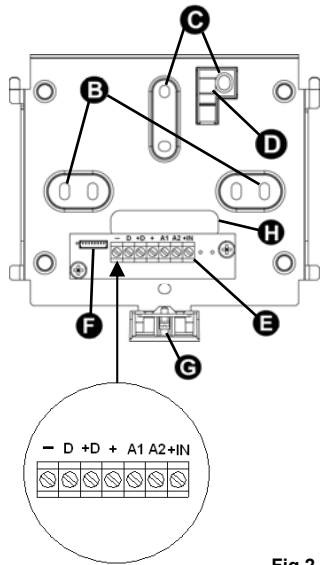

Fig.2
- Fixer l'étrier de support au mur à l'aide de tasseaux de 6 mm (non fournis) ou, le cas échéant, sur la boîte d'encastrement, en maintenant le bornier vers le bas (Fig. 2), en utilisant les pré-perçages « **A** » ou « **B** ». Ne pas serrer excessivement les vis car la déformation de l'étrier qui en résulterait pourrait compliquer l'accrochage du clavier à ce dernier.